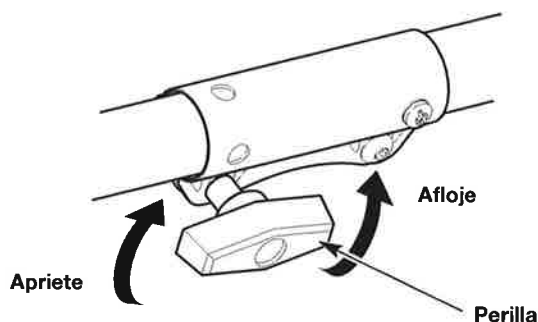

Fig. 4
3. Gire la perilla en el sentido contrario a las agujas del reloj para aflojar el acoplador (Fig. 4).
6. Gire la perilla en el sentido de las agujas del reloj para apretar el acoplador (Fig. 4).
2. Gire la perilla en el sentido contrario a las agujas del reloj para aflojar el acoplador (Fig. 4).